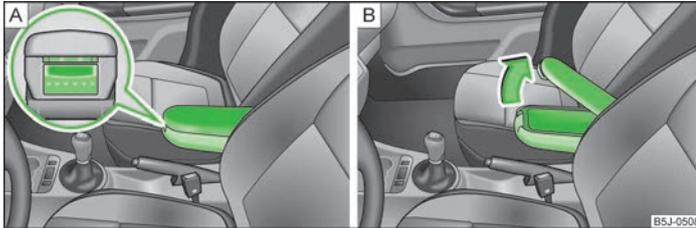

Abb. 72 Armlehne: Ablagefach / Ablagefach öffnen
- Die untere Taste an der Stirnseite der Armlehne drücken » Abb. 72 - A.
- Die obere Taste drücken und den Deckel des Ablagefachs nach oben klappen » Abb. 72 - B.